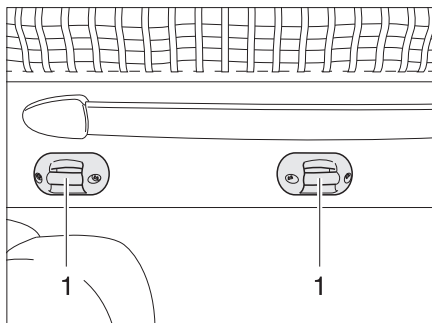

Bild 176 Halterung Aufstiegsleiter
- Die Aufstiegsleiter mit beiden Bügeln in die Krampen (Bild 176,1) am Hubbett einhängen.